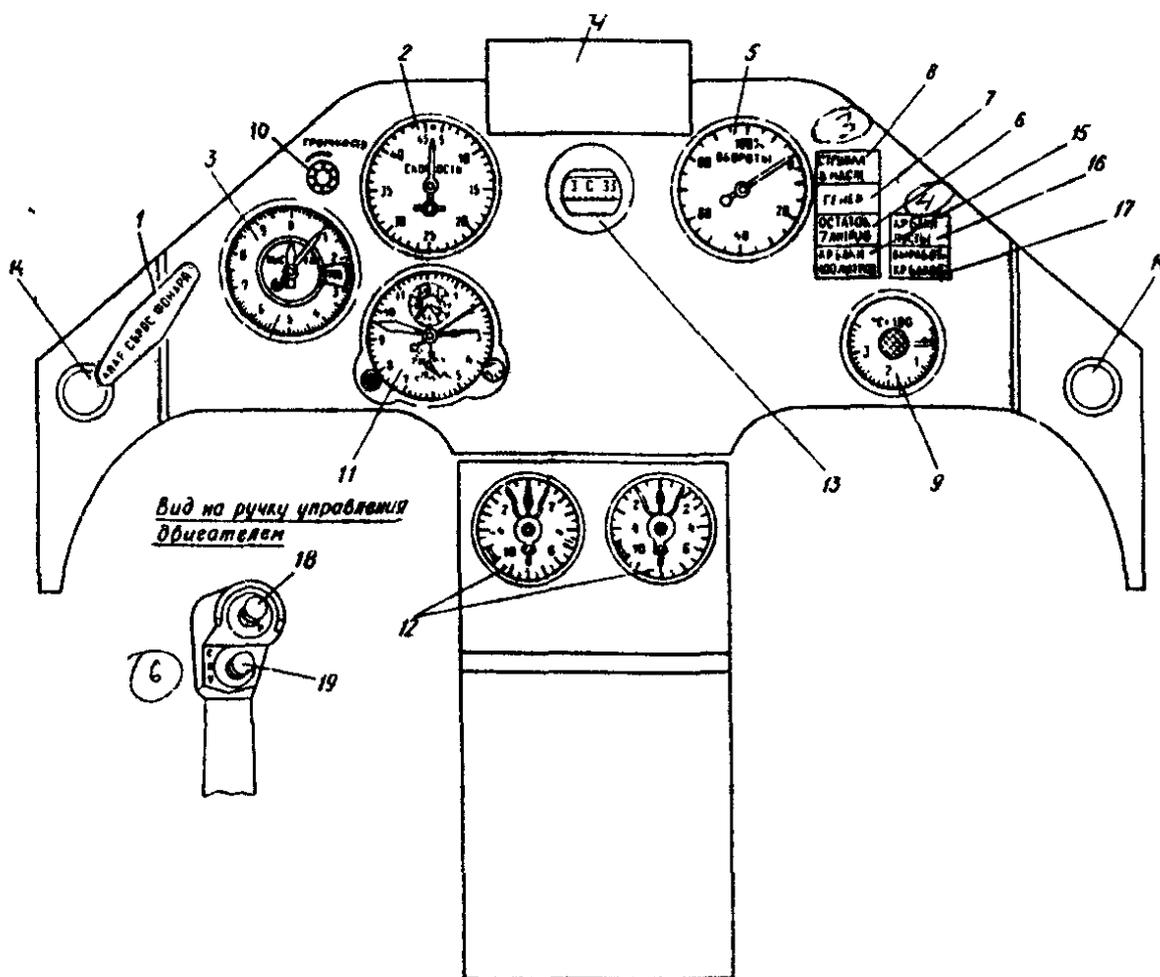

Рис. 2. Оборудование первой кабины
1.3.1. Оборудование первой кабины (рис. 2).